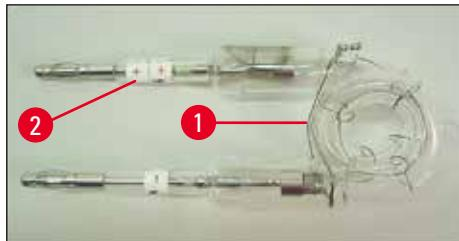

図 21
2. 新品のフラッシュランプ(→ "図 21")をソケット(→ "図 20-3")に取り付けます。次にランプを慎重に奥まで(「+」の極性マーカーが隠れるまで)押し込みます(→ "図 23")。必要に応じて、フラッシュランプをやさしく上下に揺ります。